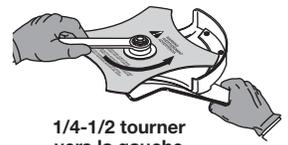

Fig. 10
- Si vous n'avez pas de clé dynamométrique, utilisez une clé fermée ou à douille de 13 mm et tournez l'écrou jusqu'à ce que la retenue soit bien ajustée contre la bague de l'arbre. Assurez-vous que la lame est bien mise, puis donnez à l'écrou entre 1/4 et 1/2 tour supplémentaire à gauche (Fig. 10).